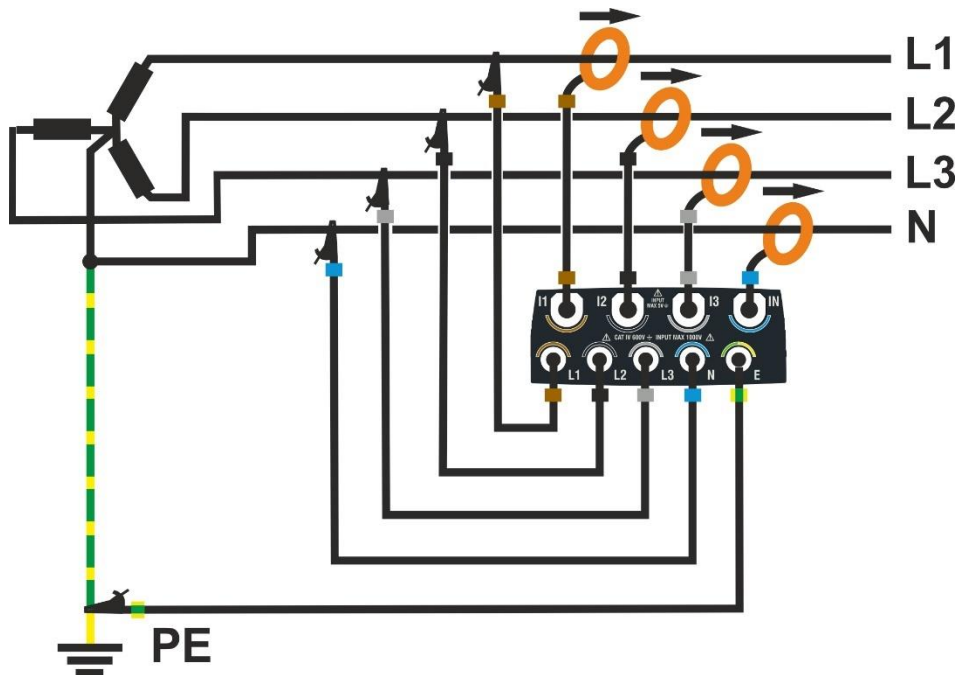

Abb. 65: Anschluss des Instrumentes in einem dreiphasigen 4-Leiter-System
2. Verbinden Sie die Messleitungen mit den Leitern L1, L2, L3, N und PE wie gezeigt in Abb. 65. **Überprüfen Sie auf dem Display die Anzeige „1-2-3“ in Bezug auf die korrekte zyklische Richtung der Phasen** (siehe § 5.1.1)